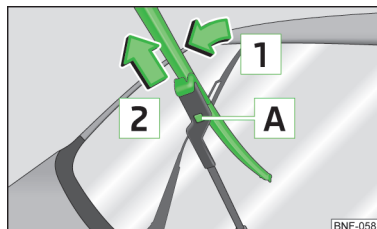

Fig. 123
- Løft viskerarmen væk fra bagruden, og vip viskerbladet lidt i retning mod viskerarmen, pil 1 » Fig. 123.